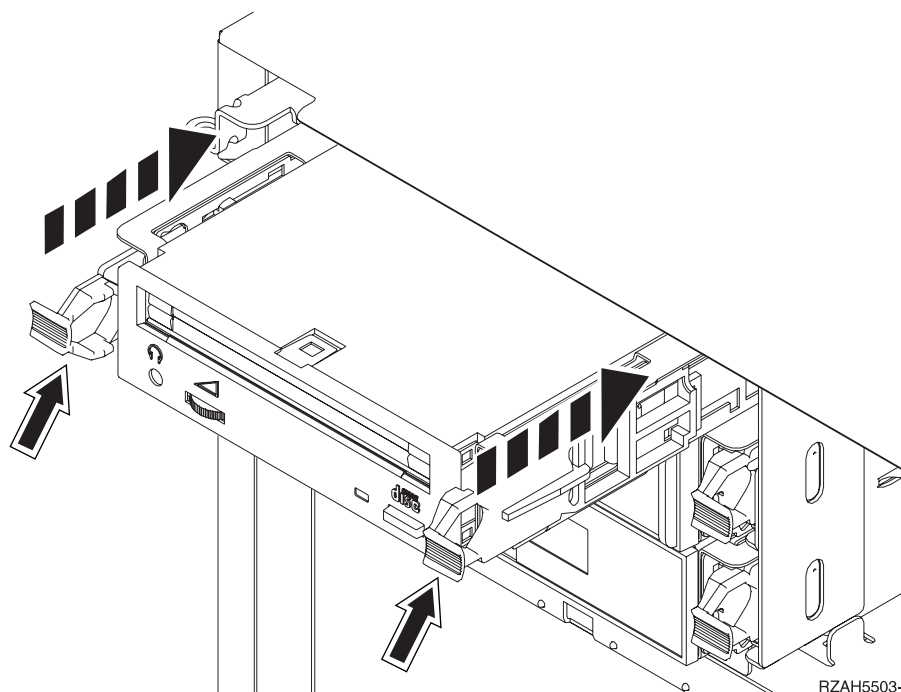

Figure 3. Installation de l'unité amovible
- __ 20. Introduisez à moitié l'unité amovible dans l'emplacement choisi en la maintenant par le dessous, comme indiqué à la figure 3. Ne la poussez pas plus loin.